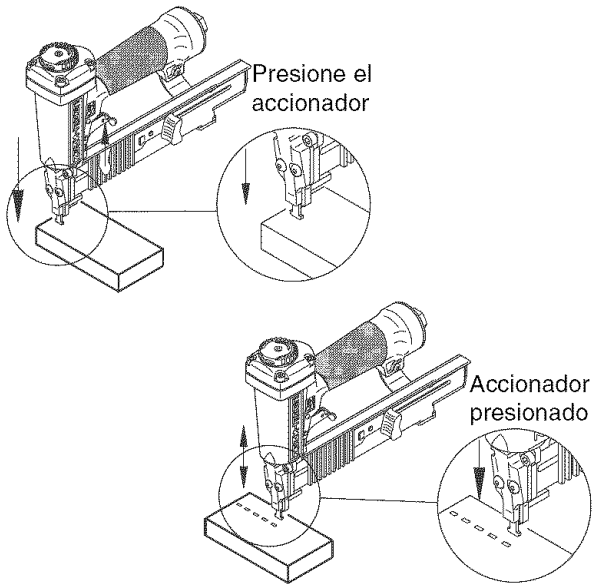

Figura 3 - Operación del Disparador de Contacto
- La herramienta de aire está equipada con un mecanismo de seguridad para el disparador de contacto (vea la Figura 3, página 10) que incapacita la herramienta a menos que el disparador de contacto se empuje contra el trabajo. Sujete el mango de la herramienta firmemente y apriete el disparador de contacto sobre la pieza de trabajo, donde se va a aplicar el sujetador. Apriete el gatillo para clavar el sujetador en la pieza de trabajo.